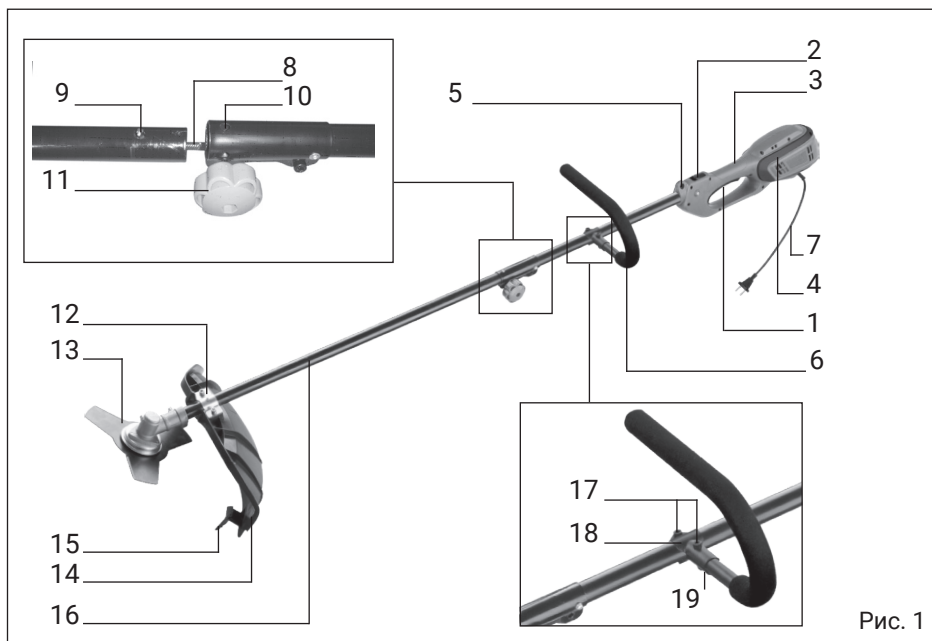

Рис. 1
Основные функции и внешний вид триммера на рис. 1.
3.3 Электрический триммер состоит из электродвигателя в пластиковом корпусе (рис. 1, поз. 4), разборной штанги (рис.1, поз. 16), дополнительной рукоятки (рис. 1, поз. 6) и нижней части триммера в которой расположены, защитный пластиковый кожух (рис. 1, поз. 14), режущая головка с ножом или леской в зависимости от модели. Нижняя часть триммера соединяется разборной штангой (рис. 1, поз. 16) с основной рукояткой (рис. 1, поз. 3) на которой располагаются, выключатель (рис. 1, поз. 1) и защита от случайного пуска (рис. 1, поз. 2).
- соединить две части штанги, как показано на рис. 1, что бы соединительный предохранитель (рис. 1, поз. 9) зафиксировался в отверстии предохранителя (рис. 1, поз. 10).
- зафиксировать это положение фиксатором соединителя штанги (рис. 1, поз. 11).
3.4.2 Для установки дополнительной рукоятки необходимо (рис. 1):
- соединить дополнительную рукоятку (рис. 1, поз. 6) с разборной штангой с помощью нижней части (рис. 1, поз. 19) и верхней части (рис. 1, поз. 18) крепления;
- зафиксируйте это положение двумя винтами крепления дополнительной рукоятки (рис. 1, поз. 17).
- сдвинуть кнопку блокировки (рис.1 поз.2);
- плавно нажав на выключатель (рис.1 поз.1), дождитесь набора максимальных оборотов и приступайте к кошению.
Для того чтобы выпустить леску, достаточно слегка ударить кнопкой головки о твёрдую землю при работающем триммере (длина лески увеличится на 25см.). На внутренней стороне защитного кожуха установлен металлический нож (рис. 1, поз. 15), который отрежет лишнюю леску.